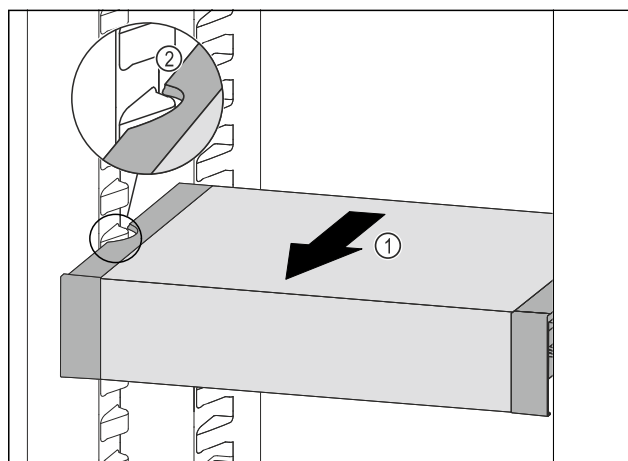

Fig. 152
- Tirer le VarioSafe vers l'avant Fig. 152 (1) jusqu'à ce que les encoches latérales du VarioSafe se trouvent au niveau de la nervure du bac dans la partie réfrigérateur. Fig. 152 (2)